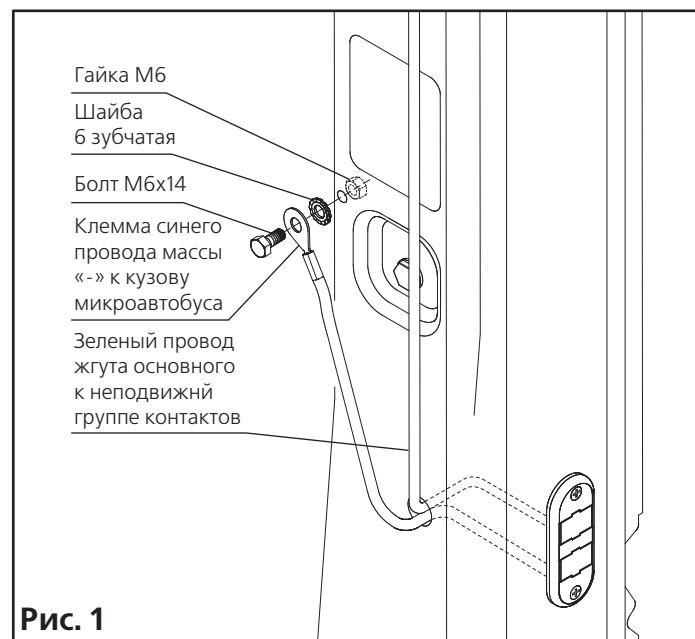
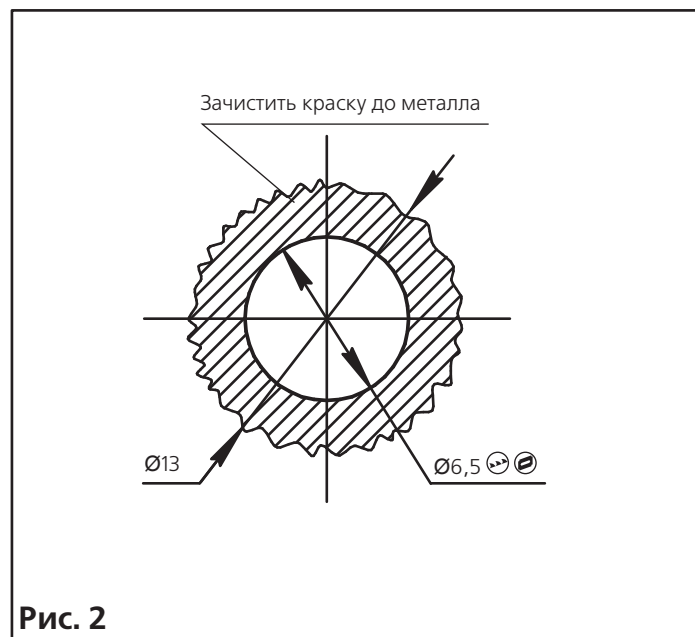

Рис. 1
Рис. 2
**2.8.2** Крепление подвижной группы контактов осуществляется двумя саморезами 3,5x16 (потай) из зип-лока 8\*12 AVIORA для контактов сдвижной двери. Выполните два отверстия  $\varnothing 12$  мм и два отверстия  $\varnothing 2$  мм (рис. 1). Подсоедините активатор к подвижной группе контактов при помощи жгута активатора следующим образом: синий провод активатора подсоедините к синему проводу жгута активатора, а зелёный к зелёному. Зелёный провод жгута активатора подсоедините к верхнему контакту подвижной группы контактов, а синий к нижнему, как показано на рисунках стр. 10 и 11.
**2.8.3** Нанесите на кромку манжеты подвижной группы контактов консистентную смазку. Закройте/откройте дверь. Используя след, оставленный смазкой на стойке, нанесите разметку и выполните два отверстия  $\varnothing 2$  мм и отверстие  $\varnothing 20$  мм. Закрепите неподвижную группу контактов двумя саморезами 3,5x16 (потай) из зип-лока 8\*12 AVIORA для контактов сдвижной двери (рис. 2).
**2.9.1** Подсоедините клемму зелёного провода жгута основного к неподвижной группе контактов таким образом, чтобы при закрытии двери происходил его контакт с клеммой зелёного провода жгута активатора, подсоединённого к подвижной группе контактов; а синий провод жгута основного должен контактировать с синим проводом жгута активатора соответственно (рис. 1).
**2.9.2** Для крепления клеммы провода массы «-» идущего от жгута основного выполнить отверстие 6,5 мм на любом месте внутренней стенки кузова, рядом с неподвижной группой контактов, как показано на рис. 1. Вокруг отверстия полностью удалите краску до металла для обеспечения надёжного контакта, как показано на рис. 2. При помощи болта М6х14, шайбы 6 зубчатой и гайки М6 из метизного пакета, закрепите клемму провода массы «-», как показано на рис. 3. После затяжки болта М6 на поверхность с повреждённым лакокрасочным покрытием нанести антикоррозийную защиту не содержащую кислоты.